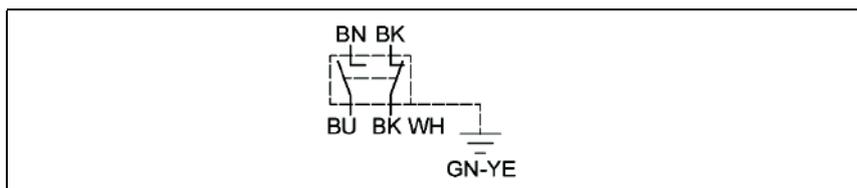

Fig. 15: Esquema de conexiones eléctricas del interruptor de fin de carrera
1. Extraiga el elemento protector (1) del interruptor de fin de carrera.
2. Retire el elemento protector (2) de la clavija de conexión.
3. Coloque la clavija de conexión (3) en el interruptor de fin de carrera.
4. Gire el tornillo (4) 90° hacia la derecha.
5. Conecte los extremos de los cables (5) según el esquema mostrado (véase Fig. 15).